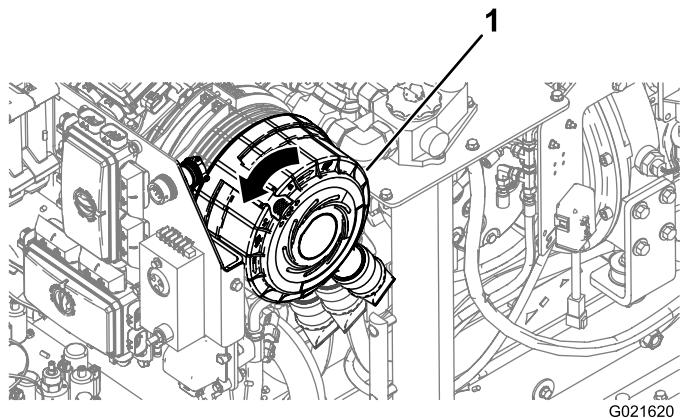

Figure 117
4. Faites pivoter le couvercle du filtre à air dans le sens horaire pour placer le capuchon antipoussière à la position 4 heures (Figure 117).
5. Poussez vers l'intérieur le verrou situé sur le couvercle du filtre à air jusqu'à ce qu'il soit complètement engagé (Figure 117).